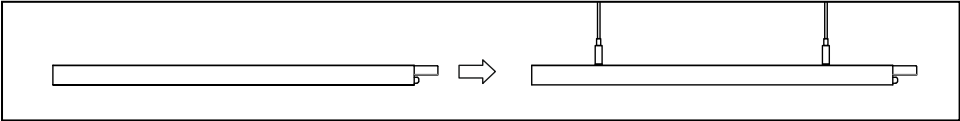
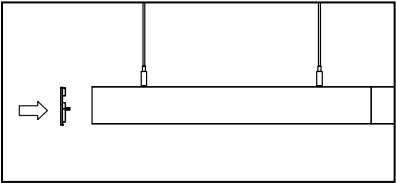

Рис. 3
Рис. 4
- 5.12. Осветительные приборы оснащены сквозной проводкой для подключения в линию. После соединения двух осветительных приборов в линию необходимо закрепить соединитель двумя винтами (рис. 3).. Внимание! Необходимо убедиться, что установлены торцевые заглушки (рис. 4) в начале и в конце магистральной линии (на последнем светильнике в линии необходимо снять соединитель).